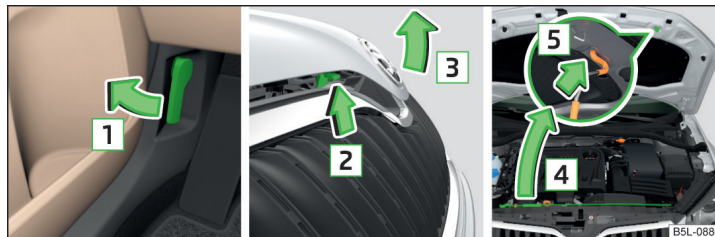

Fig. 158 Deschiderea capotei
- Deschideți portiera din față și trageți de maneta de deblocare aflată sub planșa de bord în sensul săgeții 1 > fig. 158.